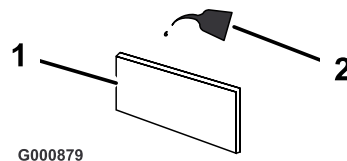

Figura 33
- C. Empape el filtro con aceite de motor limpio (Figura 33). Apriete el filtro para eliminar el exceso de aceite.